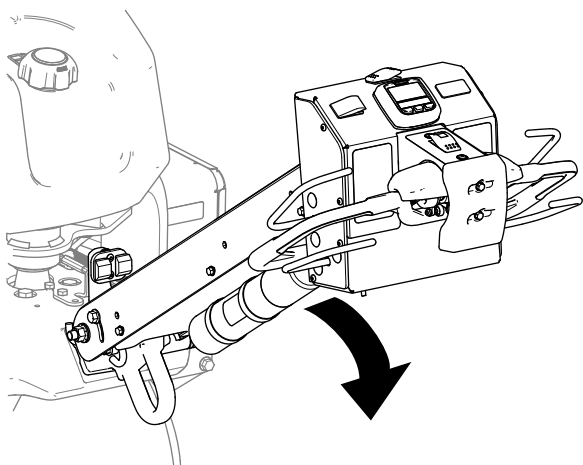

図 76
2. ハンドルを降ろすと駐車ブレーキが解除される 図 76。